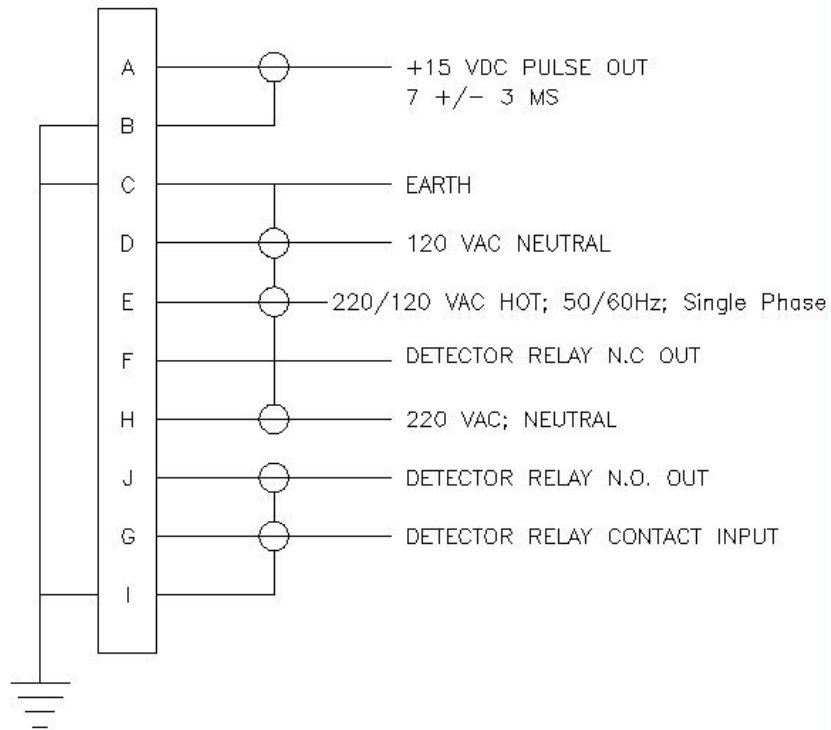

Figura 7 – Diagrama de cableado Modelo 1032
B. INSTALACION ELECTRICA (*Figura 7*).